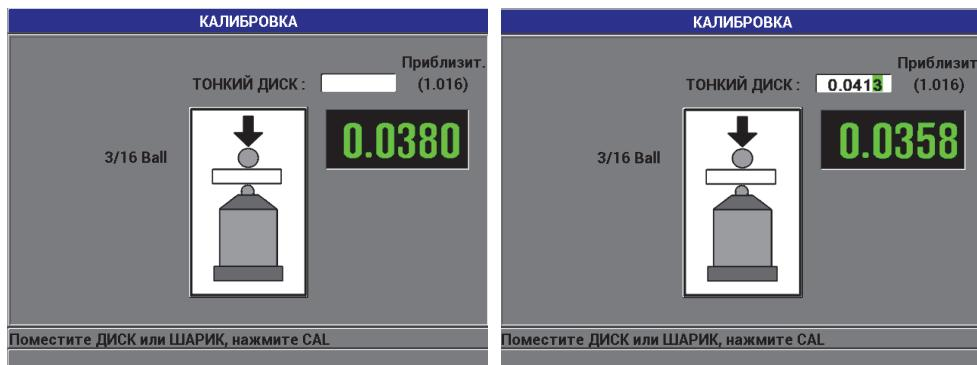

Рис. 4-8 Калибровочная точка ТОНКИЙ ДИСК
5. Точка на калибровочной кривой, соответствующая ТОНКОМУ калибровочному диску: прибор дает указание оператору поместить шарик и калибровочный диск на наконечник ПЭП. Толщина данной калибровочной точки будет зависеть от выбора используемого шарика, диска или проволоки. Приблизительное значение толщины диска отображается в нижней ячейке измерения. Нажмите **[CAL]**, чтобы перенести значение в текстовое поле. С помощью курсорных клавиш введите известное значение толщины калибровочного диска и нажмите **[CAL]** (см. Рис. 4-8 на стр. 89).